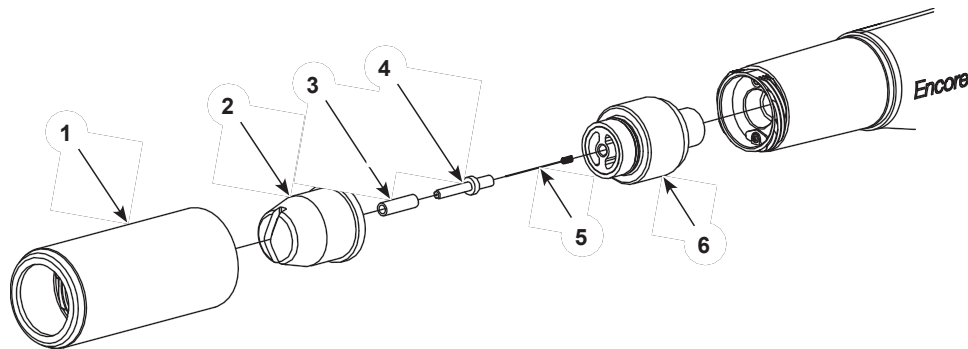

Figura 9 Limpieza de una boquilla de pulverización plana/de esquina ()
1. Véase la figura 9. Desenrosque la tuerca de la boquilla (1) en sentido antihorario.
2. Tire de la tuerca de la boquilla (1) y la boquilla (2) para sacarlas de la pistola pulverizadora. Retire la boquilla de la tuerca y limpie ambas con aire comprimido a baja presión y paños limpios. Sustitúyalas si están desgastadas o dañadas.
4. Inspeccione el manguito de desgaste (3) y el soporte del electrodo (4). Si alguno de ellos está desgastado o dañado, sustitúyalos por el kit de soporte de electrodo de pulverización plana.
- a. Desatornille el soporte del electrodo y el manguito del conjunto del soporte del electrodo (6).
- b. Instale el nuevo manguito (3) sobre el nuevo soporte del electrodo (4).
- c. Instale el electrodo (5) en el nuevo soporte y, a continuación, atornille el soporte al conjunto del soporte del electrodo (6).
6. Instale la boquilla (2) en el soporte del electrodo (4) y, a continuación, atornille la tuerca de la boquilla (1) en el cuerpo de la pistola pulverizadora en sentido horario hasta que quede bien apretada.